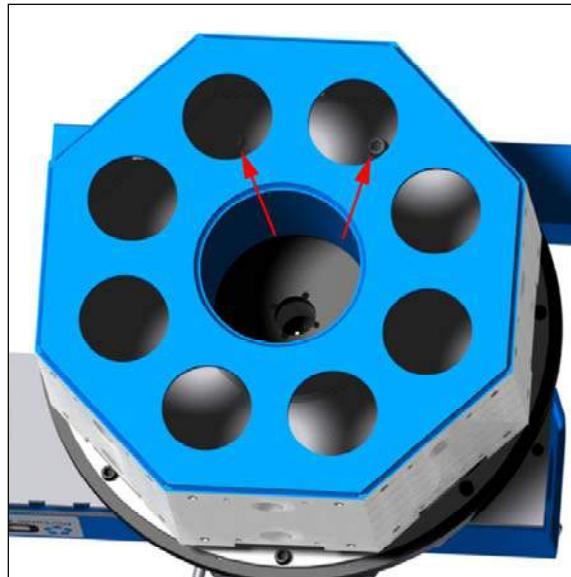

Рис. 3-36. Снятие болтов с патрона
4. Отсоедините восемь креплений патрона к поворотному столу (см. рис. 3-36). Модель FF7200 оснащена болтами M16, а модель FF8200 — M20.